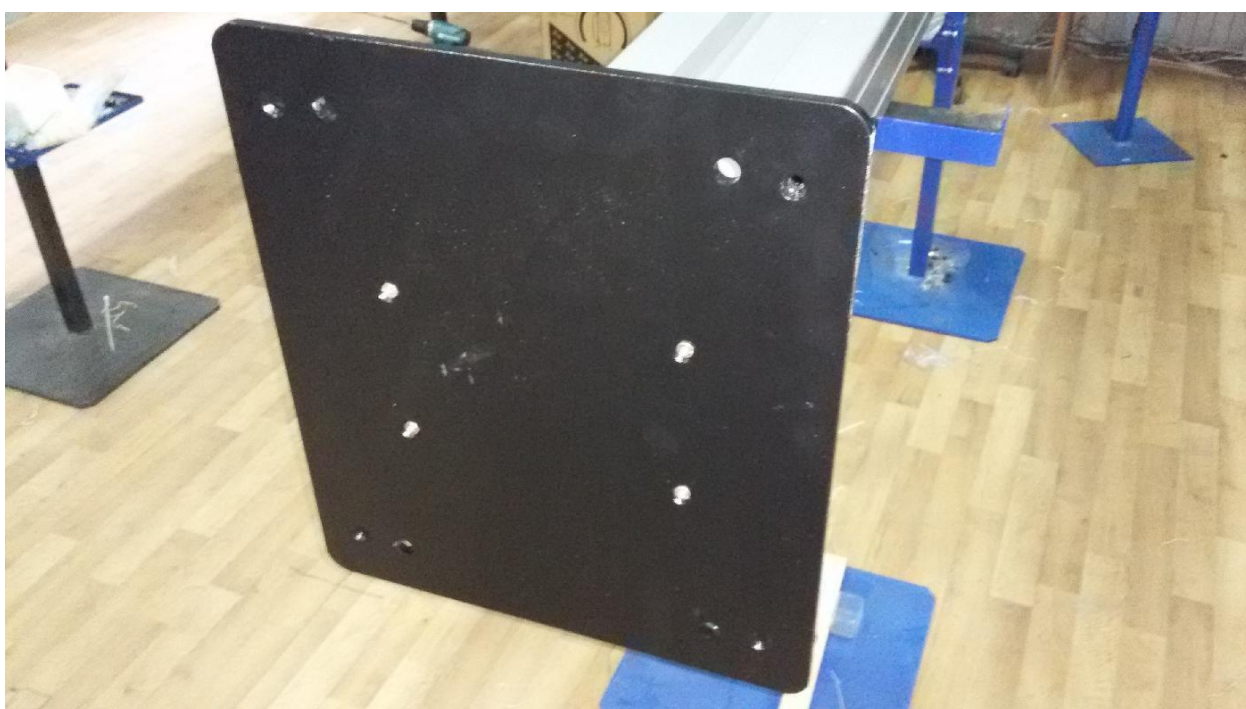

Рис. 3. Монтаж основания.
4. Закрепите основание (рис.3) на винты М8х40 (саморезы 7,5х52) с потайной головкой.
Рис.3. Установка основания. 1 – винт М8х40 (саморез 7,5х52); 2 – винт М8х25; 3- черный саморез с пресшайбой 4,2х16; 4- гайка М8 с шайбой; 5- вставка с болтом М8х20.
Рис. 3а. Монтаж боковых опор на стойку.
Рис. 3б. Установка боковых опор на основание.